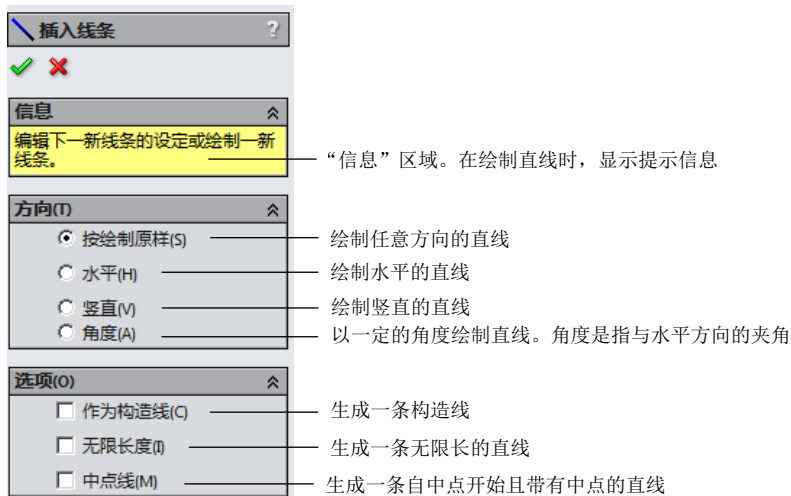

图 2.6.1 “插入线条”对话框
Step2. 选择命令。选择下拉菜单 **工具(T)** → **草图绘制实体(E)** → **直线(L)** 命令，系统弹出图 2.6.1 所示的“插入线条”对话框。